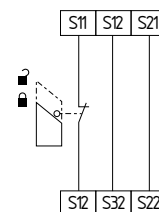

Fig. 15
**Circuito de monitorización de un resguardo de seguridad de un solo canal con dispositivo de seguridad con enclavamiento según EN ISO 14119 (véase fig. 15)**